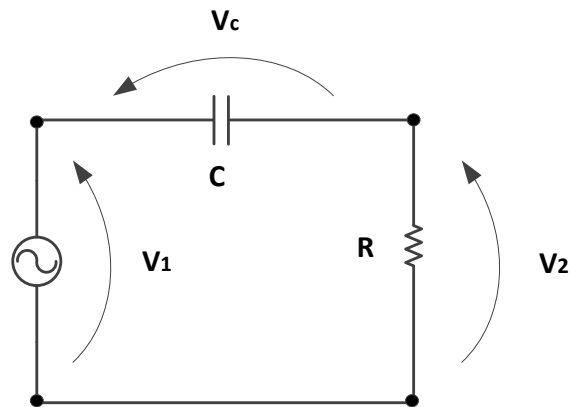

Figura 4 - Circuito para medição de defasagem entre os sinais.
- Monte o circuito conforme mostrado na Figura 4 com $R = 1 \text{ k}\Omega$ e o capacitor $C = 100 \text{ nF}$.